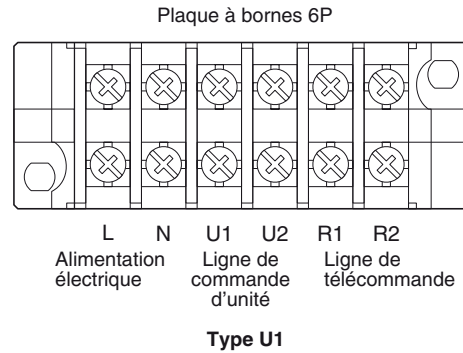

Fig. 4-2
- (1) Voir la Section "4-2. Longueur et diamètre de fil recommandés pour système d'alimentation" pour l'explication de "A", "B", "C", "D" et "E" sur les schémas ci-dessus.
- (2) Le diagramme de connexion de base de l'unité intérieure montre les plaquettes à bornes, ainsi les plaquettes à bornes de votre équipement peuvent différer du diagramme. (Fig. 4-2)
- (3) L'adresse du circuit réfrigérant (R.C.) doit être fixée avant la mise sous tension.
- (4) Pour le paramétrage de l'adresse R.C, voir les instructions d'installation livrées avec la télécommande (en option). Le paramétrage de l'adressage automatique peut être exécuté via la télécommande. Voir les instructions d'installation livrées avec la télécommande (en option).